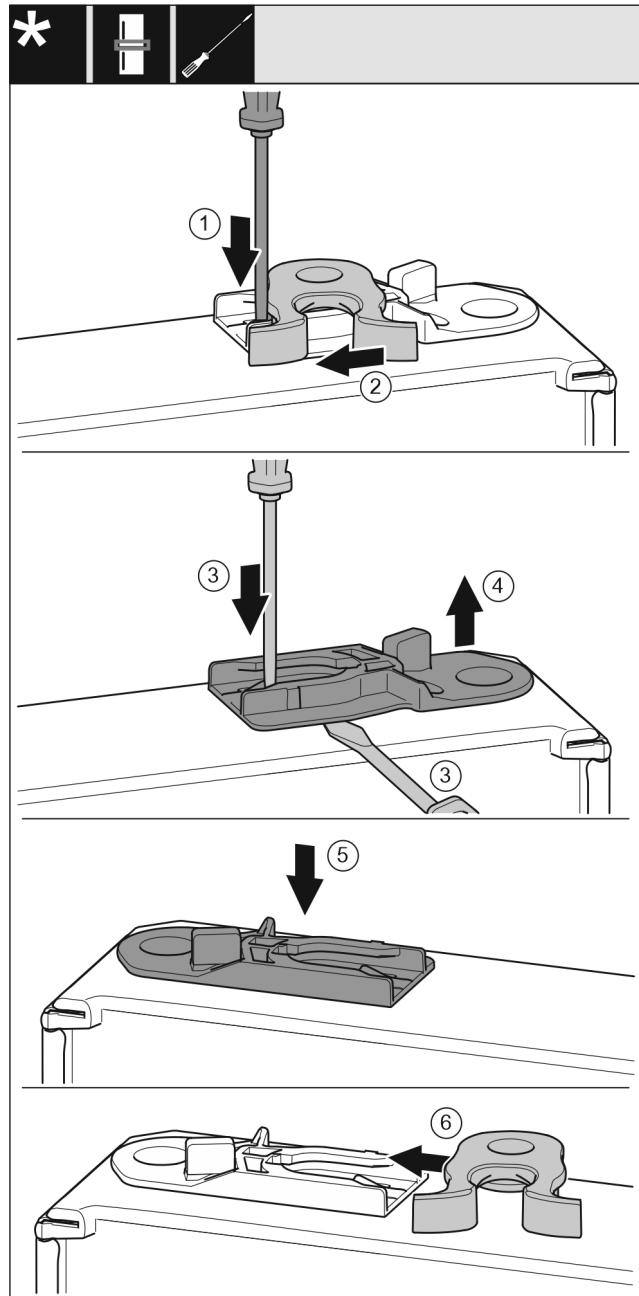

Fig. 19
- Plochým skrutkovačom zatlačte sponu Fig. 19 (1) nadol.
- Vytiahnite zatvárací hák Fig. 19 (2) z vedenia.
- Vytiahnite vodiace puzdro Fig. 19 (3, 4): Plochým skrutkovačom zatlačte sponu a súčasne plochý skrutkovač zasuňte pod vodiace puzdro.
- Vodiace puzdro Fig. 19 (5), ktoré je súčasťou dodávky, zasuňte na druhú stranu telesa.
- Zasuňte zatvárací hák Fig. 19 (6) do vedenia.